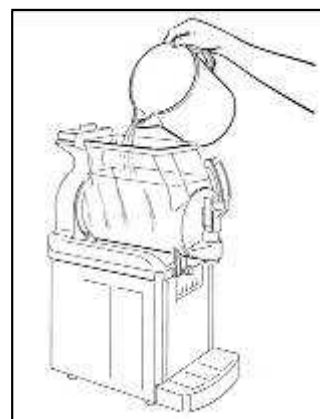

Рис. 25
- Залить в контейнер теплую воду (Рис.25) и поставить обе крышки, удостоверившись, что предохранитель активирован.